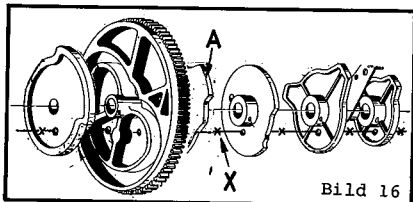
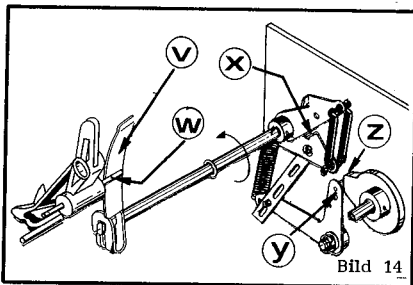
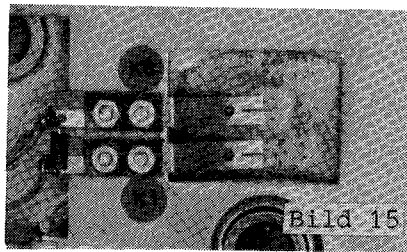

Bild 16
Bild 14
Bild 15
AC 50 or 60 Hz: This affects the turntable speed only. The drive pulley (refer to Parts List, Fig. 14, pos. 8) has two grooves for the belt to run in, for easy adaptation.
L'accouplement à ressort (fig.14) est réglé correctement lorsque le levier V et la cheville W du support mobile se détachent avant que la pince ne commence à se soulever, même si le disque est de petit diamètre (disque test WUR de 172mm de Ø, étiquette jaune). La correction se fait en pliant légèrement la languette X. Attention: chaque modification entraîne un changement dans le temps de contact de K8, vérifier comme indiqué plus haut!
Le contacteur rotatif (fig.15) est fixé sur son arbre (clé de 2mm) tel que l'interrupteur du moteur K6 fait son circuit si son levier de contact Y fig.14 se trouve juste sur la pointe de la came Z (Z étant la dernière came).
Die Kupplung der Steuerung der beweglichen Plattenklammer im Greifarm (Bild 14) ist richtig eingestellt, wenn der Hebel -V- sich vom Stift -W- der großen Plattenklammer sichtbar trennt, bevor der Greifarm beginnt, sich mit einer Platte zum Plattenteller zu bewegen, dies auch dann, wenn die gegriffene Platte die Untergröße von 172 mm hat (Wurlitzer-Prüfplatte WUR 4, gelbes Etikett). Eine Korrektur ist durch Justage der Zunge -X- möglich. Jede Änderung hier beeinflusst die Schaltzeit des Greifarm-Endschalters K 8!
Die Schalter K1 und K6 sowie, bei der SL 700-Mechanik, der Stummschalter, sind Schleifkontaktfedern, die mit etwa 50 p auf eine Kontaktscheibe drücken, die in der vorderen Nockenscheibe (Bild 16) liegt. In der Mechanik 41 200 liegt diese Kontaktscheibe über die Nockenwelle auf Massepotential, in der Mechanik 41 220 (neu, SL 700) ist diese Kontaktscheibe isoliert, sie wird vom Kontakt K1 auf Massepotential gezogen, nur nicht in Spielstellung (Verstärker-Stummschaltung).
Der Mikroschalter K7 (Bild 15 a) wird von einem Mitnehmer betätigt, der auf der Achse des Hebels -V-, Bild 14, sitzt. In Ruhestellung, die große Plattenklammer -W- ist dann voll geöffnet, muß der Hebel des Schalters K7 den Schaltpunkt um gut 0,5 mm überschritten haben. Der Hebel darf nicht gegen den Schaltkörper gedrückt werden. Einstellung durch Verdrehung des Mitnehmers; 2 mm Inbus-Schlüssel. In dieser Stellung ist der Kontakt K7₁ (grün und schwarz) geschlossen, in Spielstellung ist K7₁ geöffnet und dafür K7₂ (weiß und violett) geschlossen.
Die Stellung der Nockenscheiben zueinander (Bild 16) wird bestimmt durch die Fluchtlinie -X-. Die Löcher müssen alle in einer Reihe liegen.
The Control Linkage of the Large Record Clamp (Bild 14) is correctly adjusted if, in the process of gripping a record to be taken out of the carrier, lever -V- clears pin -W- (of the large clamp) before the
Switches K1 and K6 and, with the 41 220-changer, the mute control, are wipers on a contact disc, having contact force of about 50 p. The contact disc is part of the front cam, Bild 16, left. No adjustment necessary. With the elder Model 41 200-changer, the disc finds a ground return via the cam shaft and bearings. With the new model 41 220 changer (SL 700) the disc is isolated from the shaft but wiper K1 provides a ground return except when the cams are in play position: With the contact plate off ground the amplifier's muting circuit is disabled.
Switch K7 is actuated by a driver on the shaft of lever -V-, Bild 14. In idling position, that is when the large record clamp -W- is open widely, the lever of K7 should have passed the point of tripping with an overtravel of 0,5 to 1 mm. To be adjusted by rotating the driver; Allen head worm screw, 2 mm wrench, care not to jam the lever against the switches case.
Gear & Cams. The correct position each to the others is given if the line -X-, Bild 16, passes through the centre of all the holes (a fitting bolt will pass).
Les contacts K1 et K6 (fig. 15) sont formés de lamelles frottant sur un disque de contact avec une pression d'environ 50p. Ce disque de contact est monté sur la came avant (fig. 16). Il est à la masse par l'intermédiaire de l'axe des cames. Un réglage de ces contacts n'est pas nécessaire.
Le microcontact K7 (fig. 15 a) est actionné par le levier -V- (fig. 14). En position repos, le support de disque -W- est complètement ouvert, le levier du microcontact K7 doit dépasser le point de contact de 0,5 à 1 mm. Le levier ne doit pas cependant toucher le corps du contact. Réglage en tournant le support avec une clé à pipe de 2 mm. En position repos, K7₁ (fils vert et noir) est fermé. En position jeu, K7₁ (fils vert et noir) est ouvert et K7₂ (fils blanc et violet) est fermé.
Une nouvelle came doit être percée et goupillée de façon que les trous de réglage de la ligne -X-, fig. 16, soient tous en ligne (introduire une goupille longue).